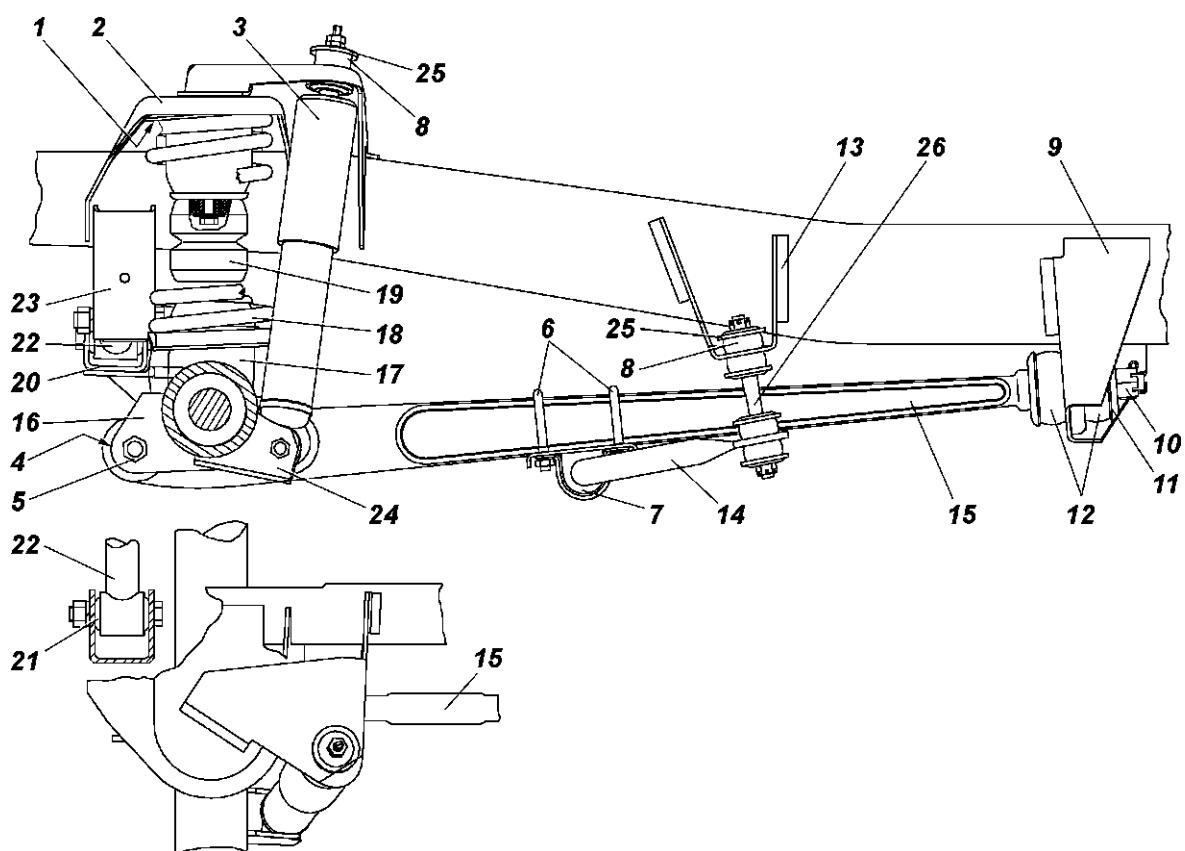

Рис. 10.2. Передняя подвеска автомобиля:
Передняя подвеска автомобиля состоит из двух пружин, стабилизатора поперечной устойчивости, двух газонаполненных телескопических амортизаторов и направляющего аппарата: двух продольных штанг 15 и поперечной тяги 22 (рис. 10.2). Направляющий аппарат подвески обеспечивает правильную установку моста и влияет на управляемость, устойчивость и тормозные качества автомобиля. Продольные штанги соединены с передним мостом посредством неразборных резино-металлических шарниров 4 и кронштейнов 16, а с рамой - через резиновые шарниры 12 и кронштейны 9. Поперечная тяга 22 соединяется через резино-металлические шарниры 21 с кронштейнами моста и рамы.
При замене шарниров окончательную затяжку гаек производите на автомобиле, стоящем на колесах. Момент затяжки гаек 5 (см. рис. 10.2) продольной штанги и гаек поперечной тяги 140–160 Н·м (14–16 кгс·м). Гайку 10 затягивайте до упора шайбы 11 в буртик продольной штанги, затем зашплинтуйте.
**Замена пружин 18 (см. рис. 10.2), подушек 1 пружин и буферов:**
**Замена резинометаллических шарниров 4, опорных втулок 12, продольных штанг 15 и резиновых втулок 7, подушек 8 стабилизатора 14, а также стойки 26 (см. рис. 10.2) стабилизатора:**